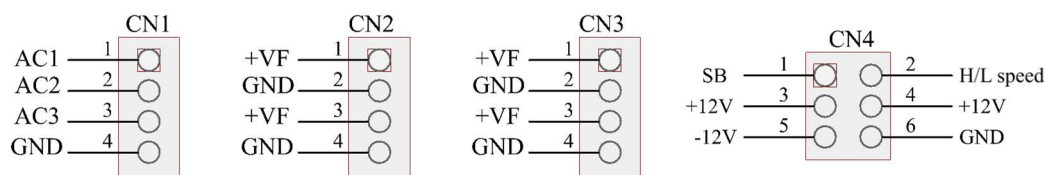

Figura 50: Conectores PCI E280A
5.5.2 Conversor AC/DC, E280A, Figura 50.